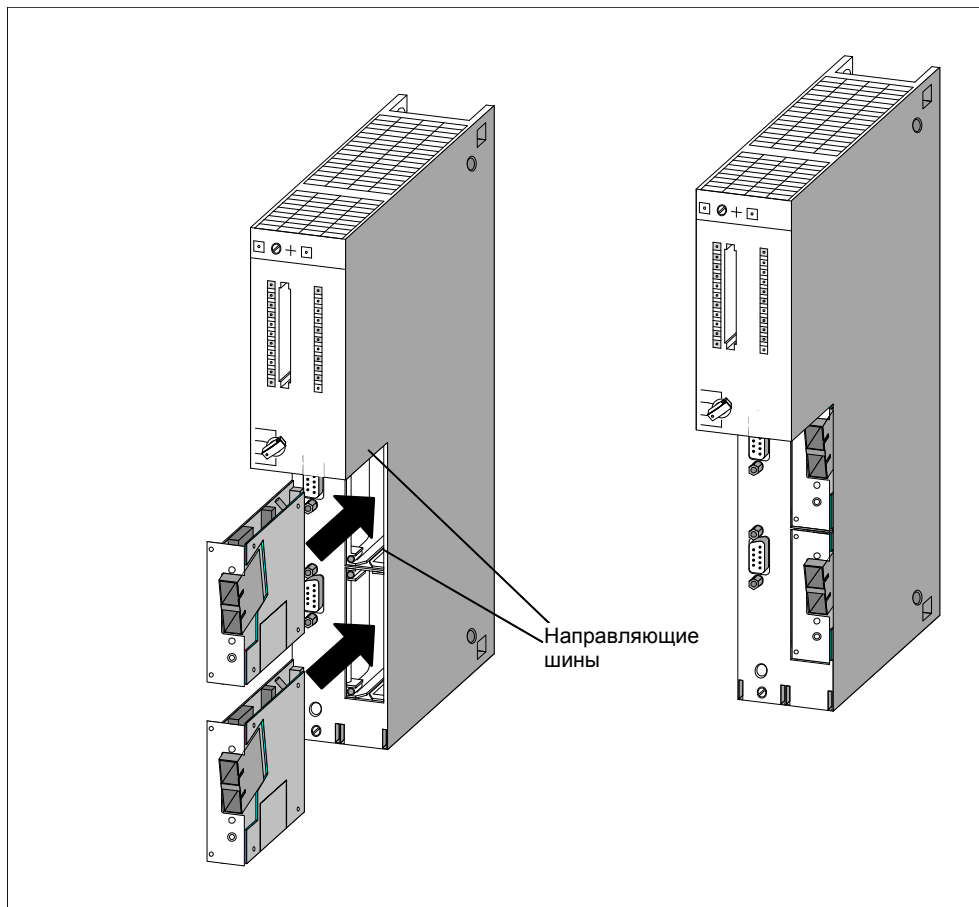

Рис. 6–4. Вставка интерфейсных submodule в CPU
2. Введите конец печатной платы интерфейсного submodule в нижнюю и верхнюю направляющие шины гнезда, как это показано на рис. 6–4.